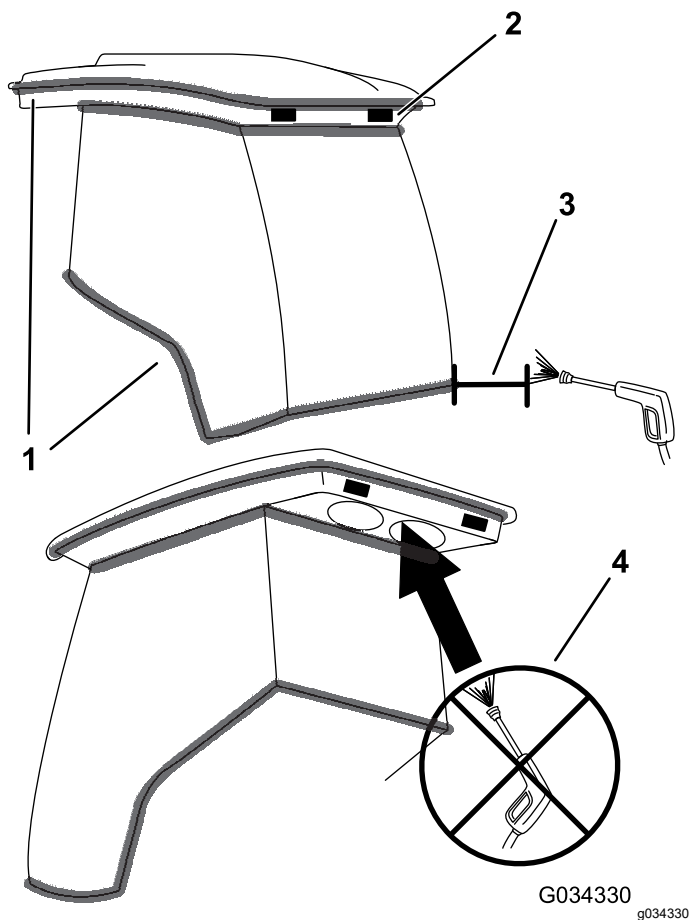

Figure 86
**Important:** Faites attention près des joints de la cabine (Figure 86). Si vous utilisez un nettoyeur haute pression, n'approchez pas le jet à moins de 0,6 m (2 pi) de la machine. N'utilisez pas le jet haute pression directement sur les joints de la cabine ni sous l'avancée arrière.